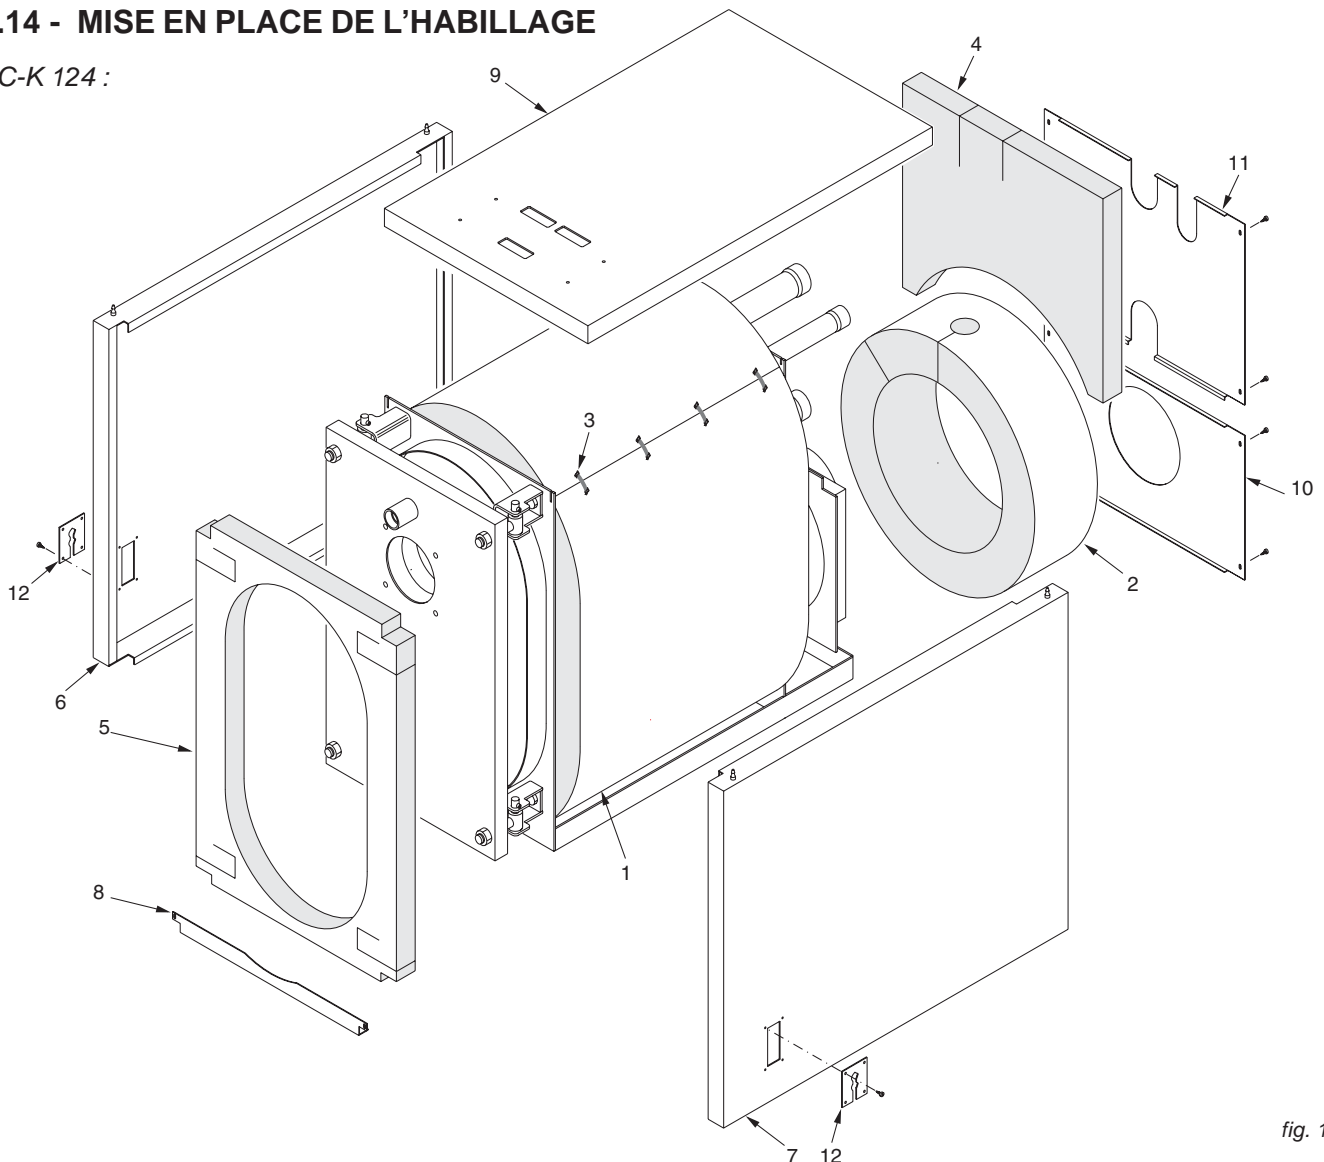

fig. 18
N.B. Pour les modèles compris entre les **XC-K 124** et **XC-K 400** (voir les fig. 18 et 19), les panneaux de l'habillage et le manteau isolant de la chaudière sont contenus dans 1 unique carton marqué :
Séquences de montage (voir fig. 18 et 21) :